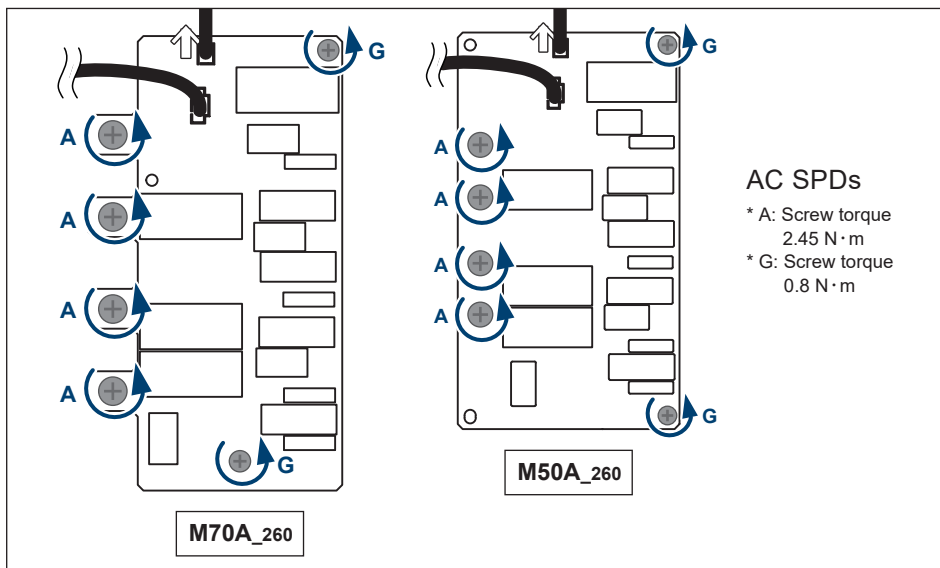

图 5-6 : 移除AC SPD 螺丝与排线
• 更换异常的AC SPD模组 (图 5-6)
将6个螺丝锁紧至扭矩值如图5-6所示。